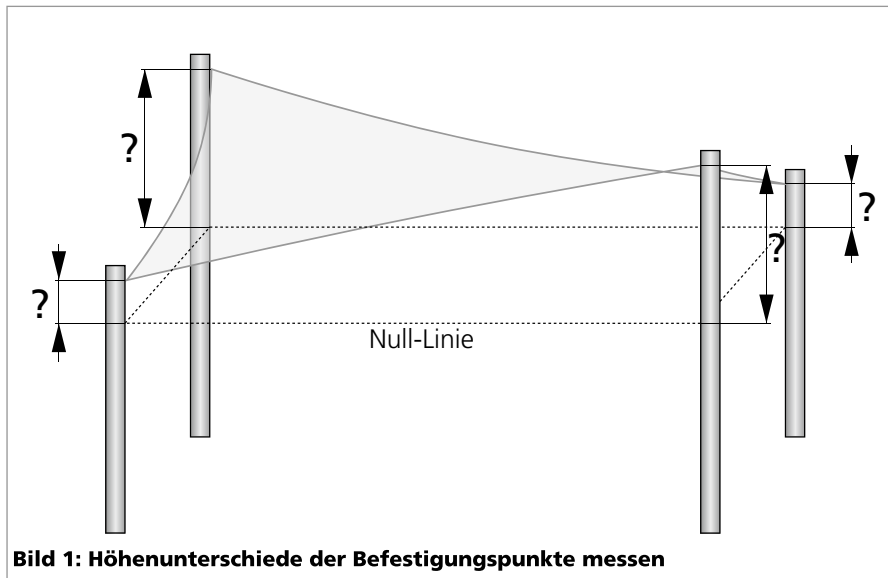

Bild 1: Höhenunterschiede der Befestigungspunkte messen
3. Höhenunterschiede zwischen den Befestigungspunkten messen (Bild 1): Messen Sie von einer gedachten Nulllinie aus die Abstände zu den Ringösen. Achten Sie darauf, dass die Nulllinie waagrecht ist. Höhenunterschiede im Gelände dürfen keinen Einfluss auf die Messung haben.